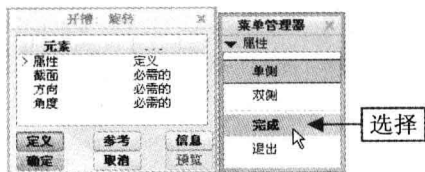

图 8-45 选择“完成”选项
Step 03 弹出“开槽：旋转”对话框和“属性”菜单管理器，选择“完成”选项，如图 8-45 所示，弹出“设置草绘平面”和“设置平面”菜单管理器。